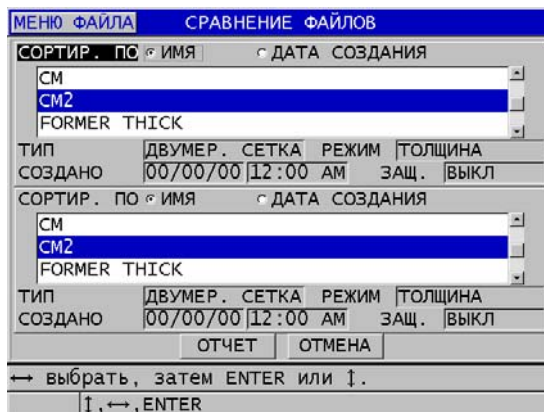

Рис. 11-34 Экран отчета СРАВНЕНИЕ ФАЙЛОВ
6. В окне **СРАВНЕНИЕ ФАЙЛОВ** (см. Рис. 11-34 на стр. 215):